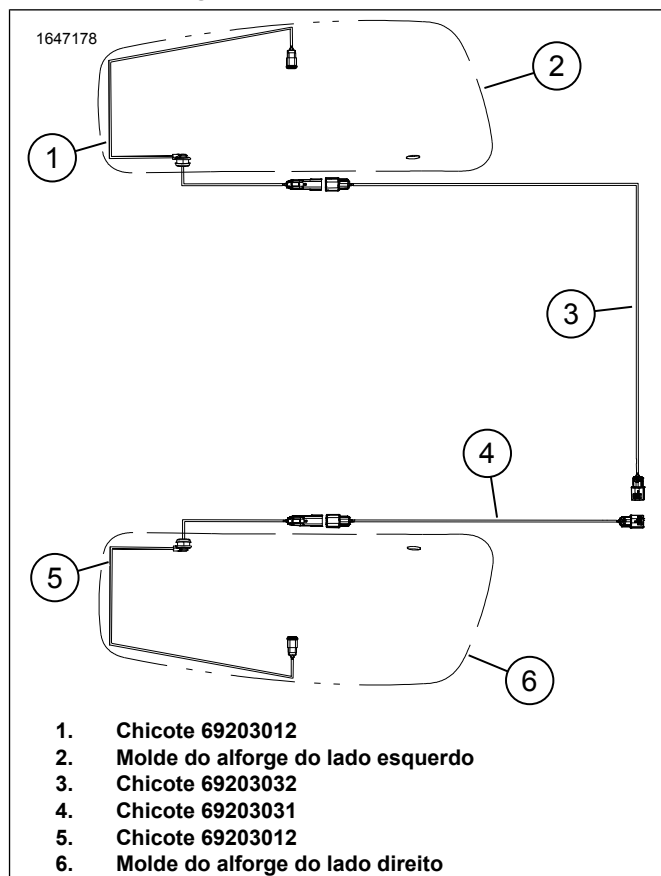
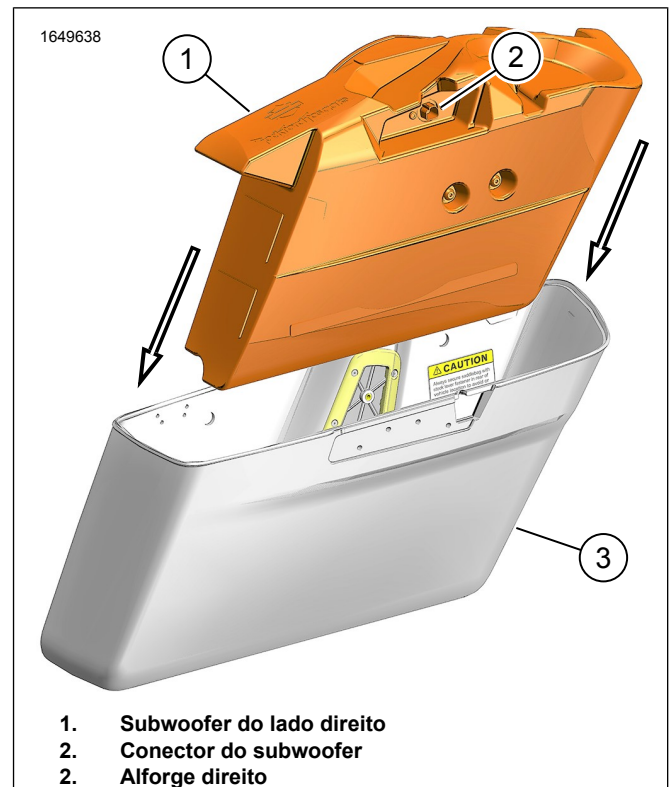

Figura 15. Encaminhamento do chicote Subwoofer
Figura 19. Instalar o Subwoofer
10. Ver a Figura 15. Instalar o chicote 69203012 (5) no alforge do lado direito.
11. Ver a Figura 15. Conectar o chicote 69203031 (4) ao chicote 69203012 (5).
15. Ver a Figura 19. Instalar subwoofer (2).
16. Ver a Figura 15. Conectar o chicote 69203012 (5) no conector do subwoofer (2). Ver a Figura 19.
2. Ver a Figura 15. Instalar o chicote 69203012 (5) no alforje do lado direito.
3. Ver a Figura 15. Conectar o chicote 69203032 (3) ao chicote 69203012 (5).
- Ver a Figura 19. Instalar subwoofer (2).
- Ver a Figura 15. Conectar o chicote 69203012 (5) no conector do subwoofer (2). Ver a Figura 19.